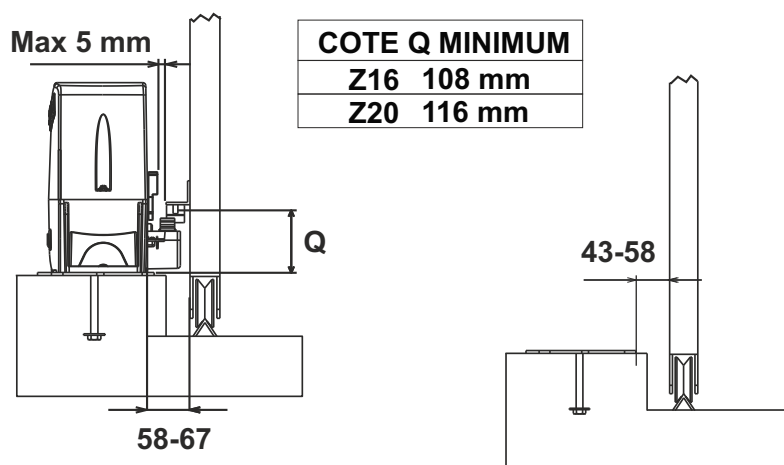
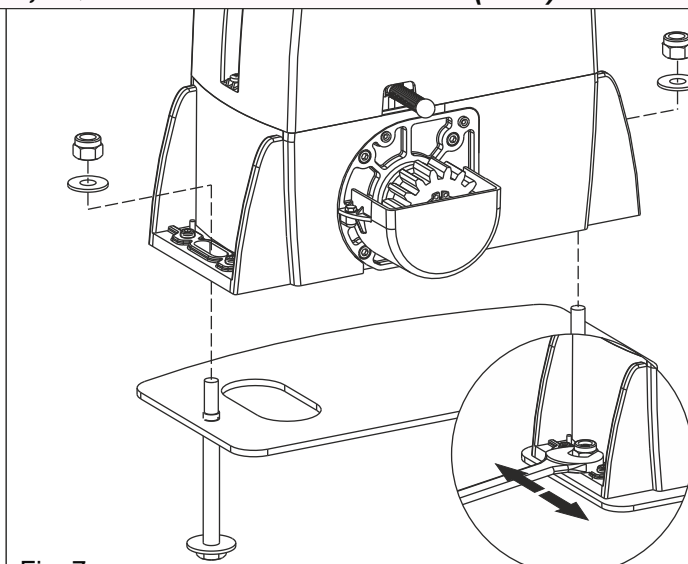

Fig. 4
Fig. 7
**2.3.** Avant de sceller la plaque d'ancrage, assurez-vous qu'elle est parfaitement horizontale et que la dimension de 58-67 mm indiquée sur la Fig. 4 est respectée.
- 4.2.** Fixer l'opérateur à la plaque de fondation à l'aide des 2 écrous fournis, en ajustant la position latérale (Fig. 7) pour respecter les dimensions mentionnées en Fig. 4